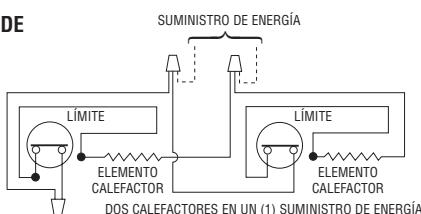

Figura 10. Conexiones de alambres de calefactor doble
- Conecte los alambres de los calefactores según se muestra en el diagrama de cableado, Figura 10.